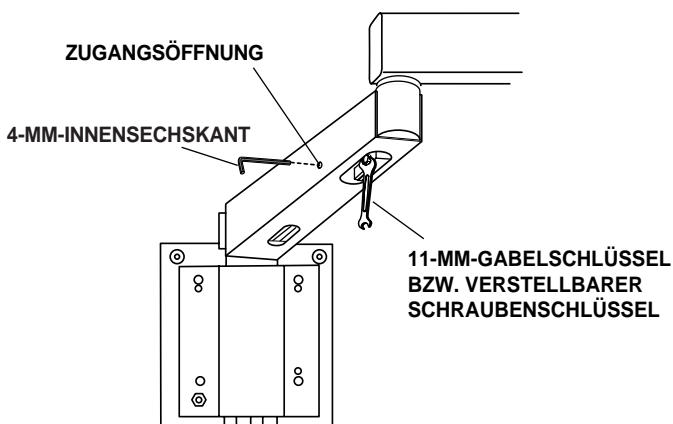

Bild 21. Schwenkarmbremse einstellen
4. Sehen Sie sich an, wo sich die Einstellmutter unter dem Schwenkarm befindet (*siehe Bild 21*).